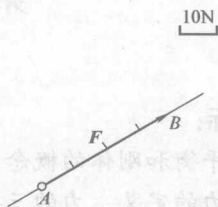

图 1-2 力的表示
(3) 力的表示方法 力既有大小又有方向,这种物理量在力学中被称为矢量。只考虑大小的物理量称为标量,如长度、时间、温度、质量等。力的三要素可用一个带箭头的线段来表示,通常称为有向线段。如图 1-2 所示,线段的长度按一定比例表示力的大小,线段的箭头表示力的方向,线段的起点或终点表示力的作用点。黑体字母如 \mathbf{F} 作为力的符号代表力矢量,而白体字母如 F 只代表力的大小。若用白体字母表示力矢量,则在字母上加一个箭头,如 \vec{F} 。